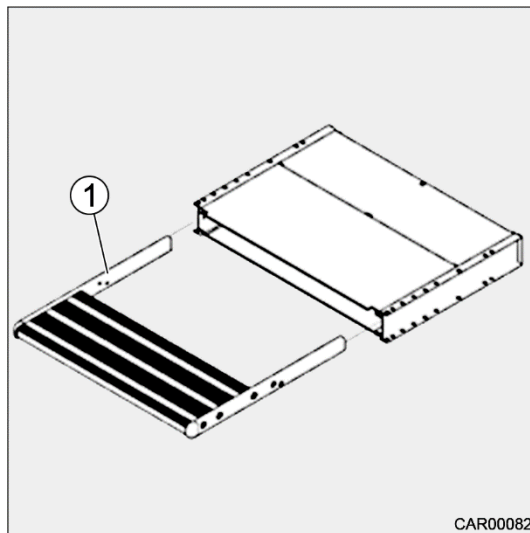

Fig. 214 Déverrouillage de secours
3. Tirer la marche (Fig. 214/1) en dehors.